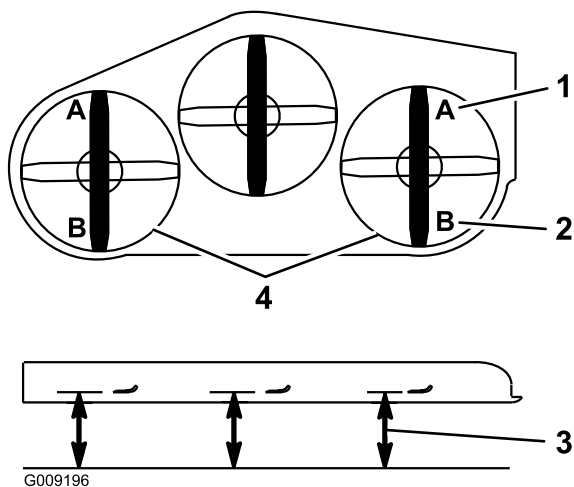

**Figura 95**
5. Premete completamente in avanti il pedale di sollevamento del piatto di taglio e quest'ultimo si blocca in posizione di trasporto a 14 cm (Figura 95).